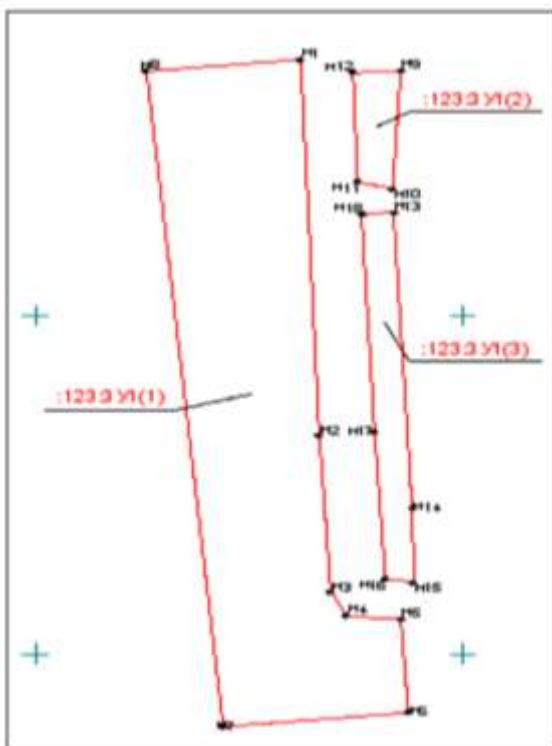

Рисунок 19– Окно с многоконтурным объектом ЗУ
- В окне параметров задайте параметры: **Начальный номер** (раздел **Нумерация точек**) – «13», в поле **Расположение** (раздел **Параметры подписей**) – *Снаружи*, **Обозначение** объекта – (3), **Метод определения координат** – *Спутниковые геодезические измерения*; **Способ закрепления** точек – *Долговременный межевой знак*; **Погрешность** точек – 0,05; **Формула расчета СКП** – *Вычисление СКП осуществлено ... полевых материалов*.
8. При необходимости отредактируйте местоположение подписей объектов (кадастровые номера, номера точек поворота границы) с помощью команды **Межевой план/ Подпись/ Редактировать** (рис. 19).